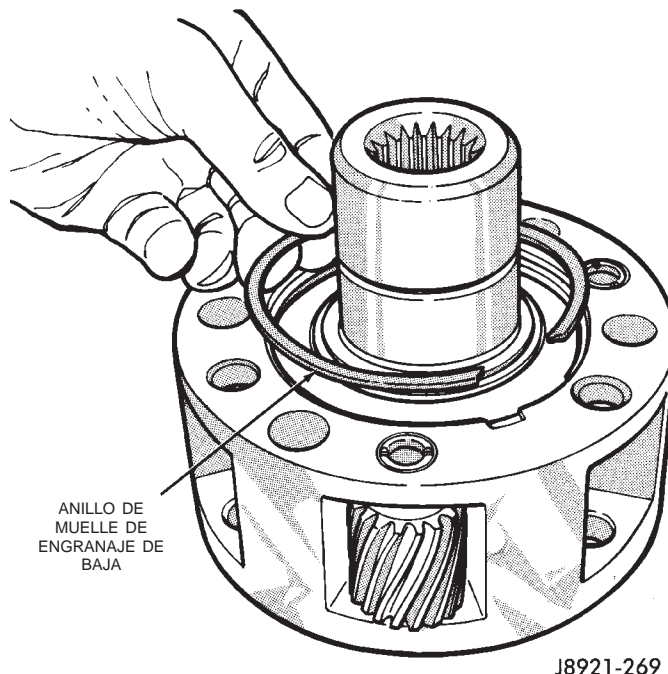

Fig. 42 Desmontaje e instalación de anillo de muelle de engranaje de baja
(5) Retire el anillo de muelle del engranaje de baja (Fig. 42).